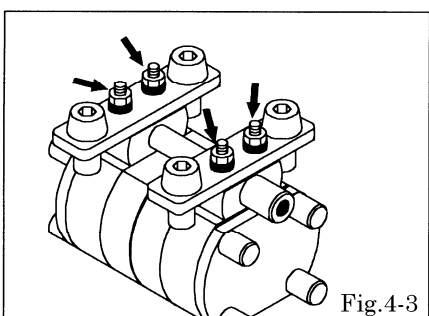

Fig.4-3
- ・本体組立を逆さまにする。〔Fig.4-3〕
- ・タイロッド縦4本を引き抜き、ベース、インマニホールドを取り外す。〔Fig.4-3〕